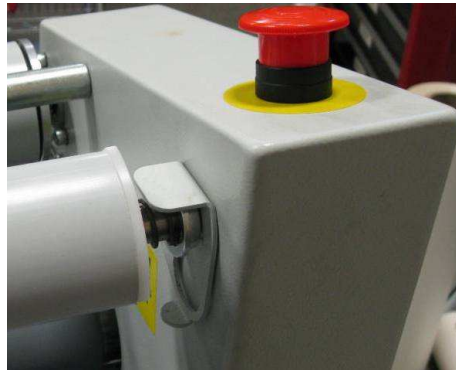

Figura 12: Leva de bloqueo bajada
- Asegúrese de que el brazo de la leva de bloqueo está colocado hacia abajo (figura 12).